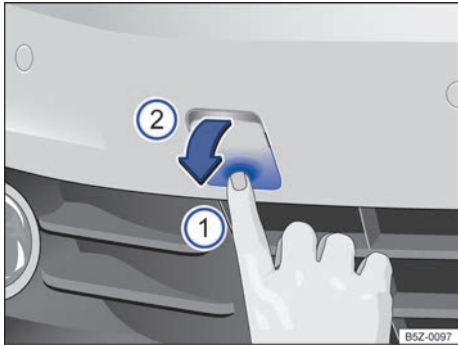

Fig. 185 En el parachoques delantero a la derecha: suelte y desmonte la cubierta.
El alojamiento de la argolla de remolque roscado está ubicado a la derecha del parachoques delantero, detrás de una cubierta ⇒ fig. 185
- Presione en la zona inferior de la cubierta ⇒ fig. 185 (1) para soltar la traba de la cubierta.
- Retire la cubierta hacia adelante (2) y déjela colgada en el vehículo.